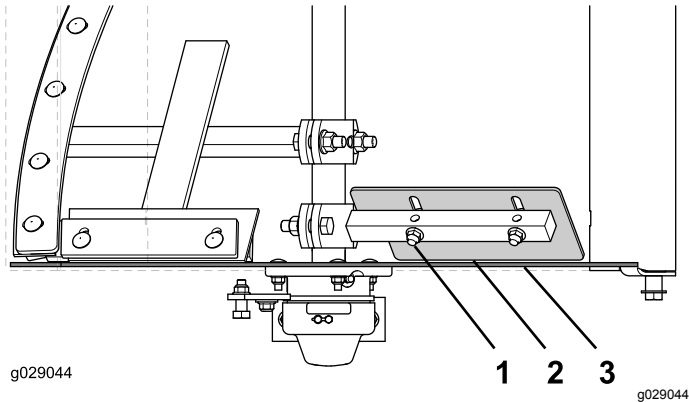

Figura 73
2. Afloje los pernos de cabeza redonda y las contratueras prensadas que sujetan la paleta de extremo ajustable a la paleta fija. (Figura 73)